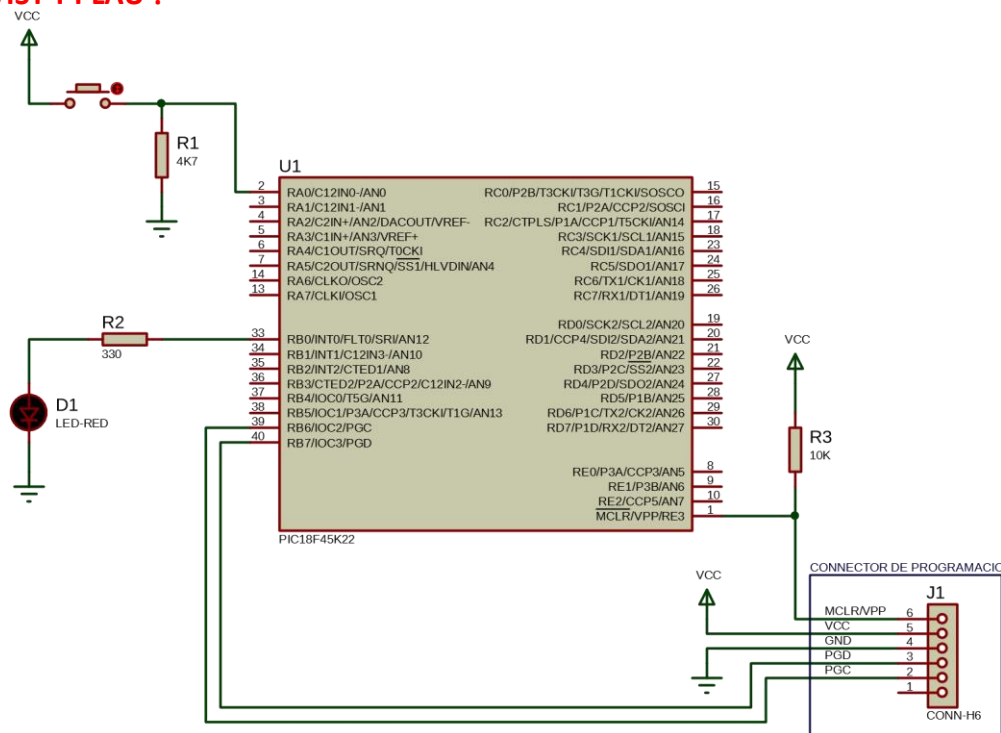

Figura 4
- Implementació física del circuit sobre *protoboard*. Cal afegir al circuit físic el cablejat necessari per a poder programar-lo 'in circuit' amb el dispositiu de programació OLIMEX. La figura 4 ens mostra l'esquema complet del circuit que heu de muntar. La tensió d'alimentació V_{CC} l'obtindrem d'una font d'alimentació. Haurem d'ajustar la font per a que ens doni una tensió de **5 Volts**.
A part del circuit que veiem a la figura 4, hem de fer les connexions necessàries amb els pins d'alimentació del PIC. El Proteus no ens mostra els diferents pins d'alimentació del micro, però son els següents: